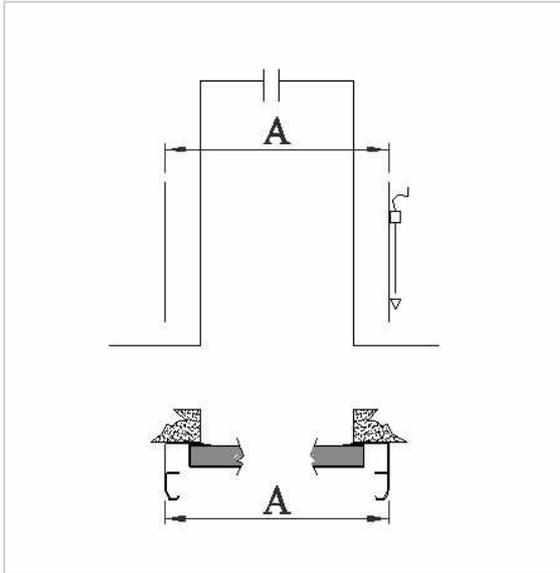

Figura: 2 Marcação para guias laterais
- - Réaliser la marcation pour fixer les rails de guidage fig. 2,